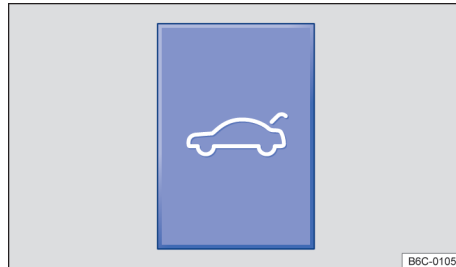

Fig. 61 En la consola central: tecla de desbloqueo de la tapa trasera.
- **O:** en la consola central, presionar por algunos segundos la tecla → fig. 61.